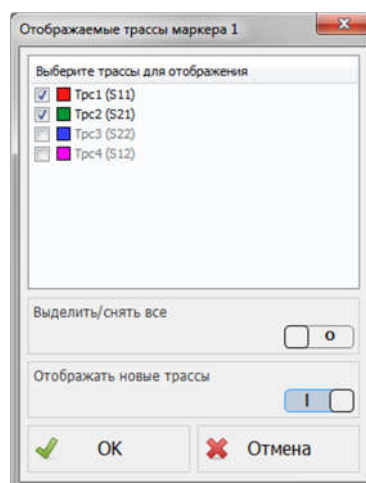

Рисунок 2.113 – Выбор отображаемых в маркере трасс
После нажатия кнопки «Далее» необходимо выбрать трассы, значения которых будут отображаться в маркерах (рисунок 2.113).
2.3.2.11.8 Из отображаемых значений в маркере можно исключить или добавить данные из других трасс. Для этого достаточно изменить состояние флажков в соответствующем окне (рисунок 2.113), используя пункт контекстного меню маркера «Отображаемые трассы...». Отобразить или скрыть все трассы можно при помощи переключателя, расположенным под списком. Заблокированные записи данного списка означают, что трасса выключена, либо имеет отличный от трассы привязки диапазон нижней оси. При включенной настройке «Отображать новые трассы» во всех маркерах диаграммы будут автоматически добавляться значения создаваемых трасс.